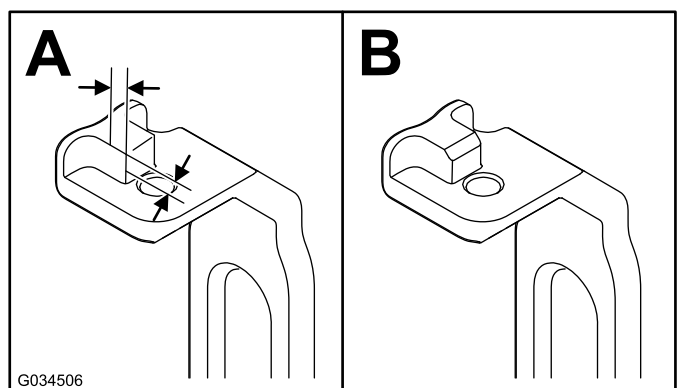

図 7
2. 左右のピッチアームで、タブのコーナー部分を2.3mm削って図7のようにする。